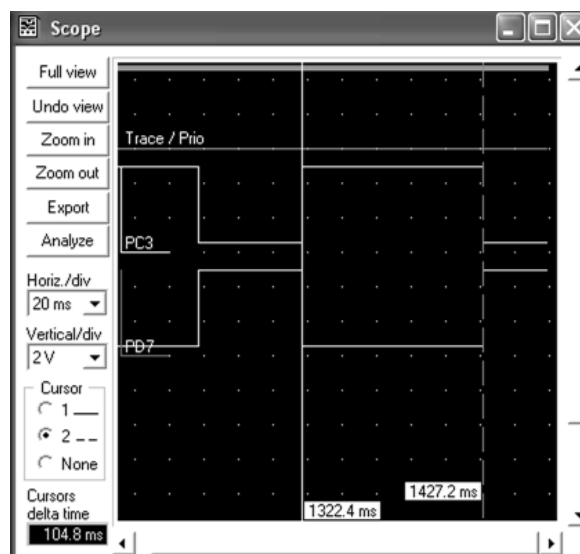

рис.8
5. Открыть экран виртуального осциллографа "View-Scope". Установить в его настройках развертку по горизонтали 20 мс/дел, развертку по вертикали 2 В/дел. Подождать, пока будет построен график изменения напряжений на линиях PC3, PD7 (рис.8). Как и ожидалось, единичному уровню PC3 соответствует нулевой уровень PD7 и наоборот. Особенность VMLab состоит в том, что рисуются не только логические уровни на линиях МК, но и вычисляются их абсолютные аналоговые величины.
6. Для временной остановки изображения нажать клавиши Shift+F5 или иконку "Pause program". Далее в левой стороне экрана поставить точку в окошке "Cursor 1", затем "мышью" на осциллограмме провести вертикальную линию первого замера. Поставить точку в окошке "Cursor 2" и провести линию второго замера. Цифровые данные будут высвечиваться на поле осциллограммы. В частности, на рис.8 отсчеты равны 1322,4 и 1427,2 мс, следовательно, время между переходами напряжений "0"-"1" (свечение индикатора HL2) составляет $t_2=104,8$ мс. Сместив линию курсора к левому фронту импульса, аналогичным образом определяют время свечения индикатора HL1 $t_1=60$ мс.